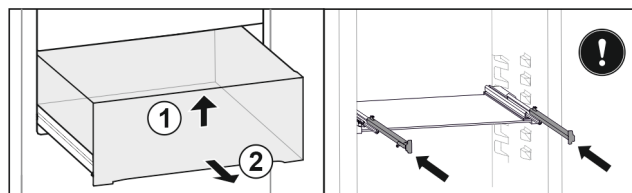

Fig. 19
- Підняти висувний ящик спереду. Fig. 19 (1)
- Вийняти висувний ящик рухом вперед. Fig. 19 (2)